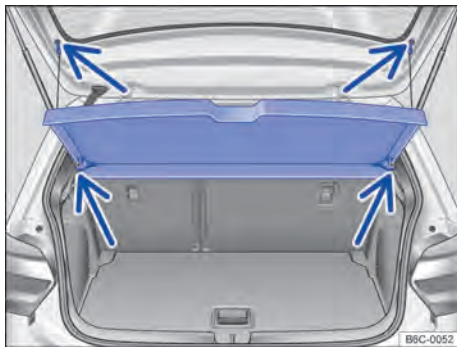

Fig. 150 No compartimento de bagagem: remover e instalar a cobertura do compartimento de bagagem.
- Desprender os cordões de retenção do suporte da tampa traseira → Fig. 150 (setas superiores).
- Retirar a cobertura do compartimento de bagagem por trás, para fora dos suportes laterais → Fig. 150 (setas inferiores).
- Empurrar a cobertura do compartimento de bagagem para a frente, introduzindo-a nos suportes laterais → Fig. 150 (setas inferiores).
- Encaixar os cordões de retenção na tampa traseira → Fig. 150 (setas superiores).